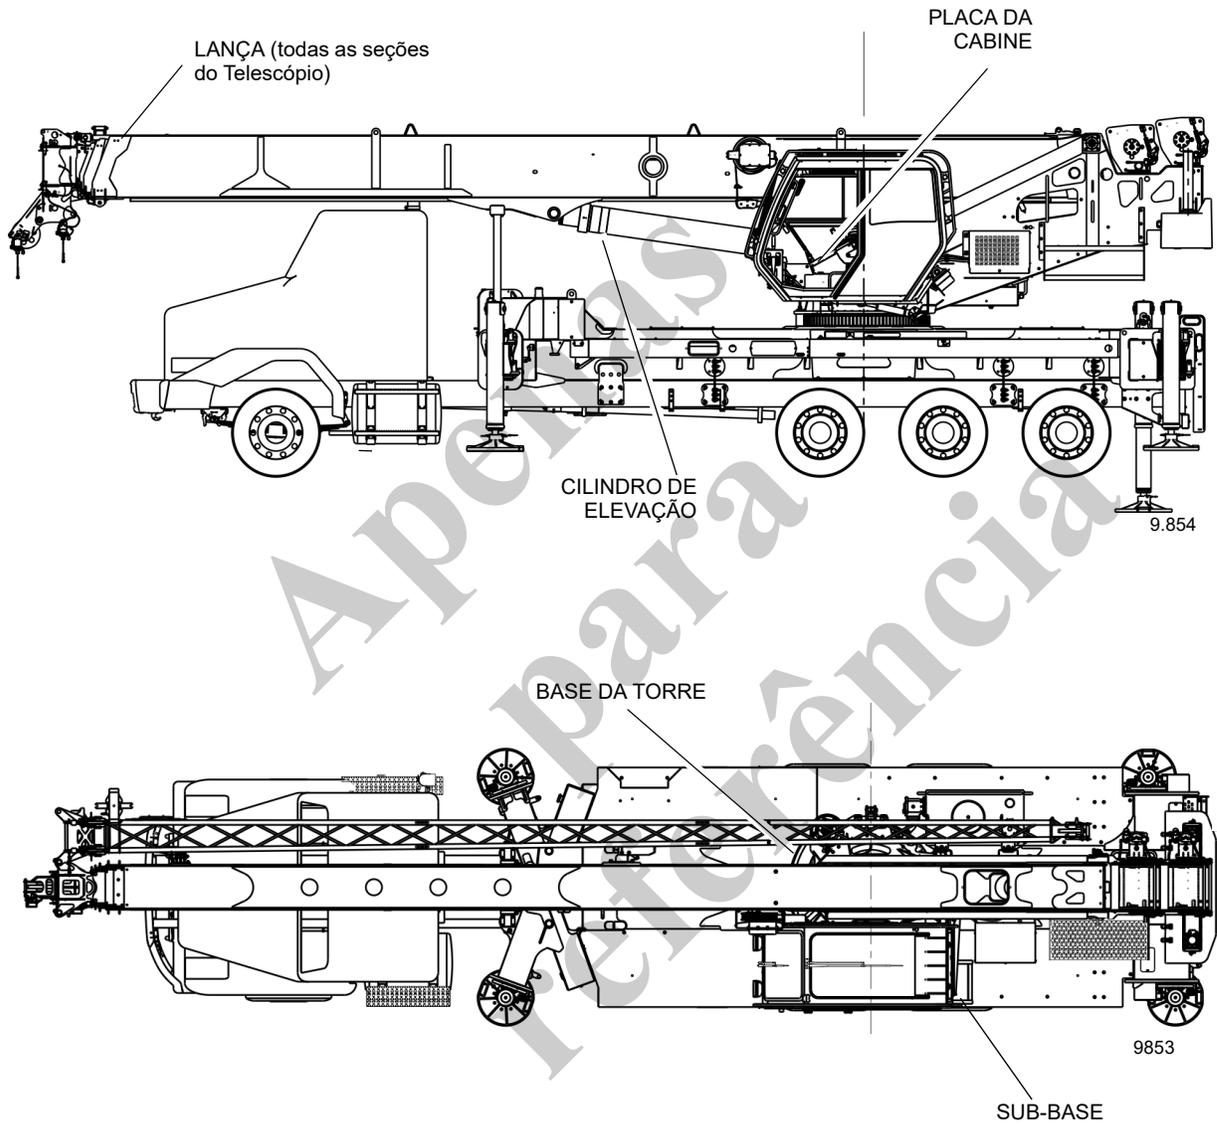

FIGURA 9-1
- **Identificação do número de série** — A Figura 9-1 mostra as localizações típicas do número de série para os componentes principais do guindaste.